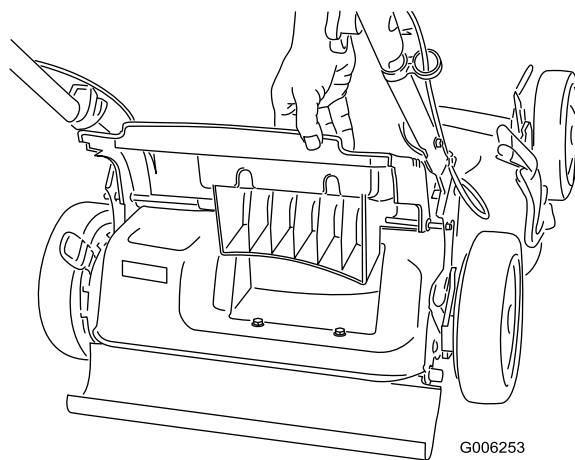

Figura 18
1. Alzate lo sportello posteriore e tenetelo alzato (Figura 18).